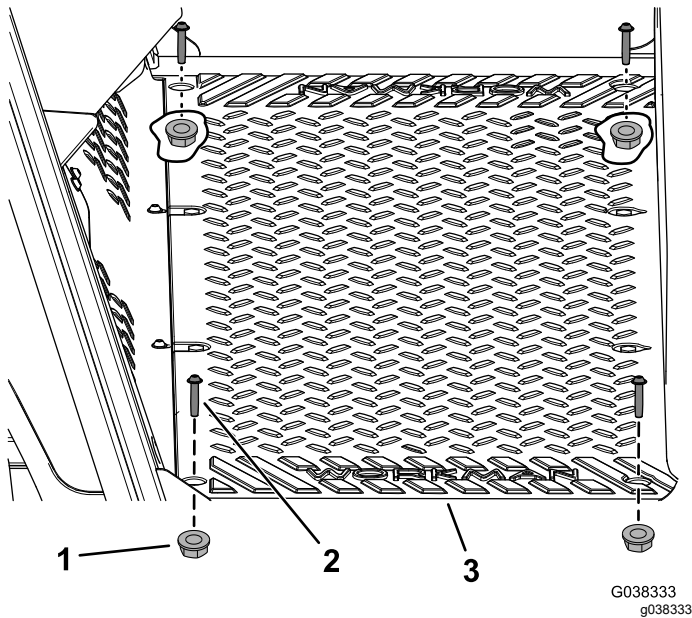

Figura 2
1. Retire los 4 tornillos (1/4" × 1 1/4") y las 4 tuercas (1/4") de la chapa de suelo (Figura 2).
7. Instale los 4 tornillos (¼" × 1¼") y las 4 tuercas (¼") retirados anteriormente en la chapa de suelo (Figura 2).